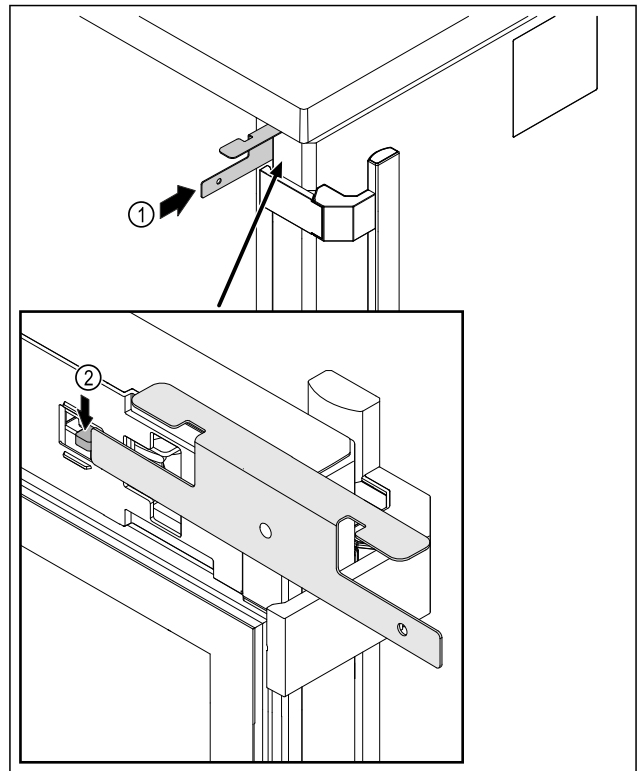

Fig. 221
- Notentriegelungsschlüssel Fig. 221 (1) zwischen Tür und Gerätekörper einstecken.
- Schlosshaken Fig. 221 (2) in Richtung Scharnier drücken.